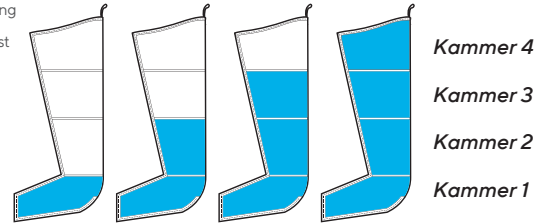

Abbildung 1 – Sequential
- Es wird eine Massage durchgeführt, die an der Basis des behandelten Bereichs beginnt, sich nach oben in Richtung Oberkörper fortsetzt und dann den Luftdruck ablässt. (siehe Abbildung 1)